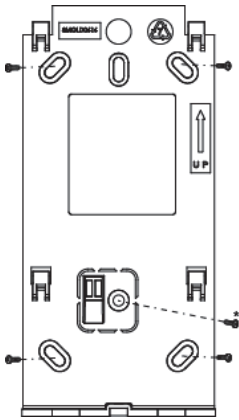

Figura 3
3. Utilizar los orificios de montaje como plantilla y fijar el soporte de montaje a la pared con 4 tornillos y 1 tornillo adicional para el tamper (ver Figura 3).